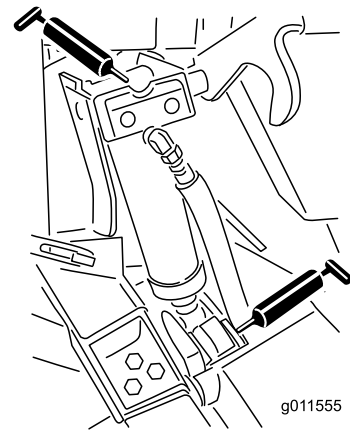

Bild 70
- Vier Hubzylinder-Drehbüchsen (Bild 70)